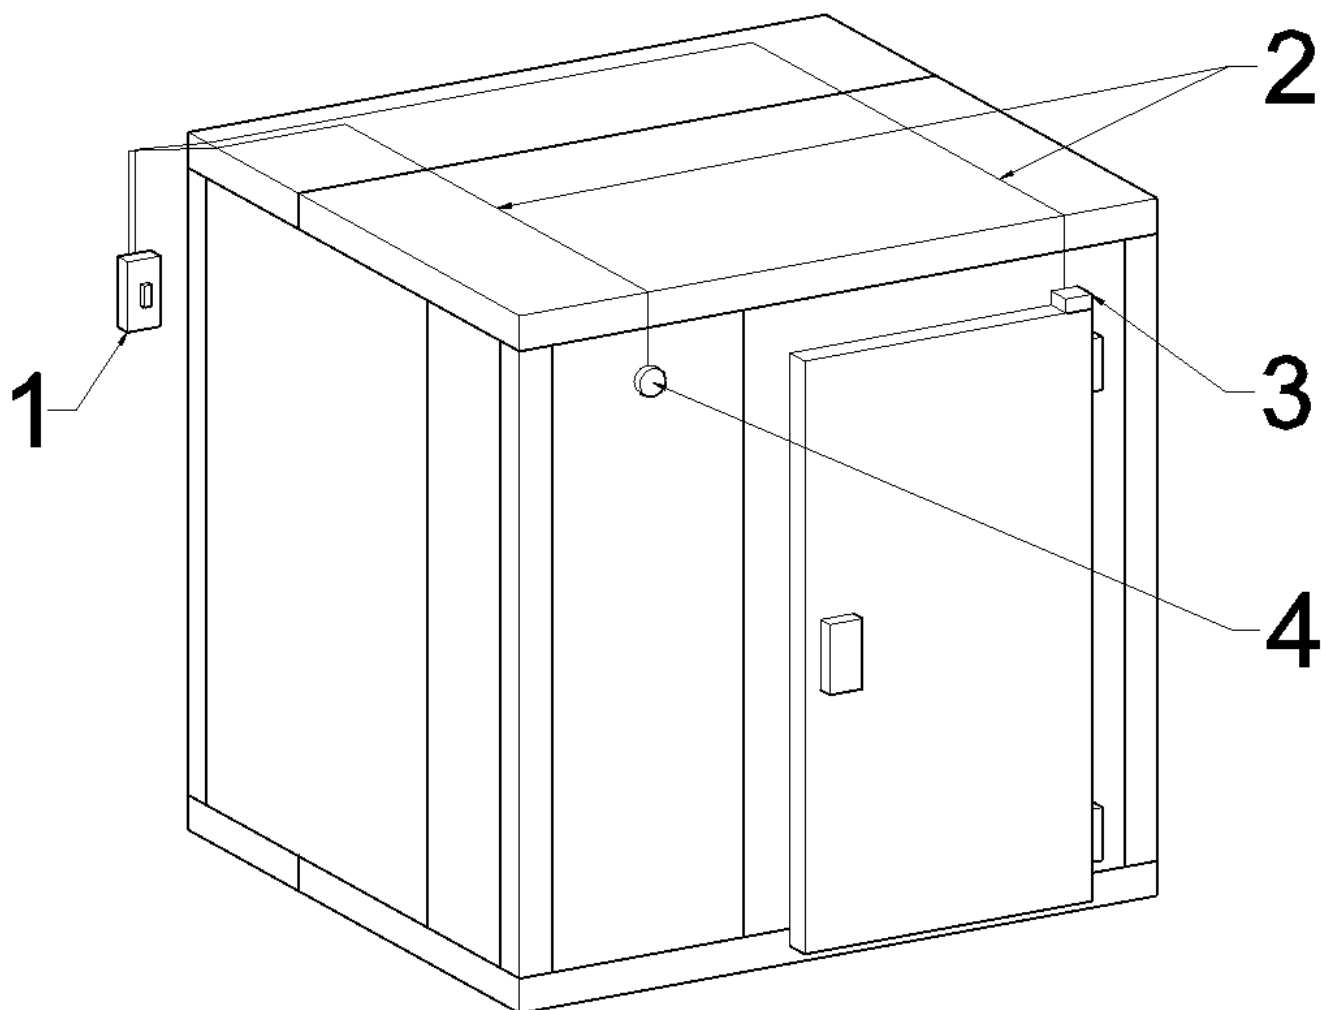

Рис.5 Схема подключения электрического оборудования
5.2.15. Подключение электрического оборудования (рис.5) рекомендуется осуществлять после полной установки холодильной машины (согласно Руководству по эксплуатации машины холодильной).
Провода ПВС, подсоединенный к клеммнику в коробке распределительной, и клапана выравнивания давления довести до автомата (УЗО) поз.1 (рис.5). Предварительно на провод клапана выравнивания давления надеть трубку ПВХ.